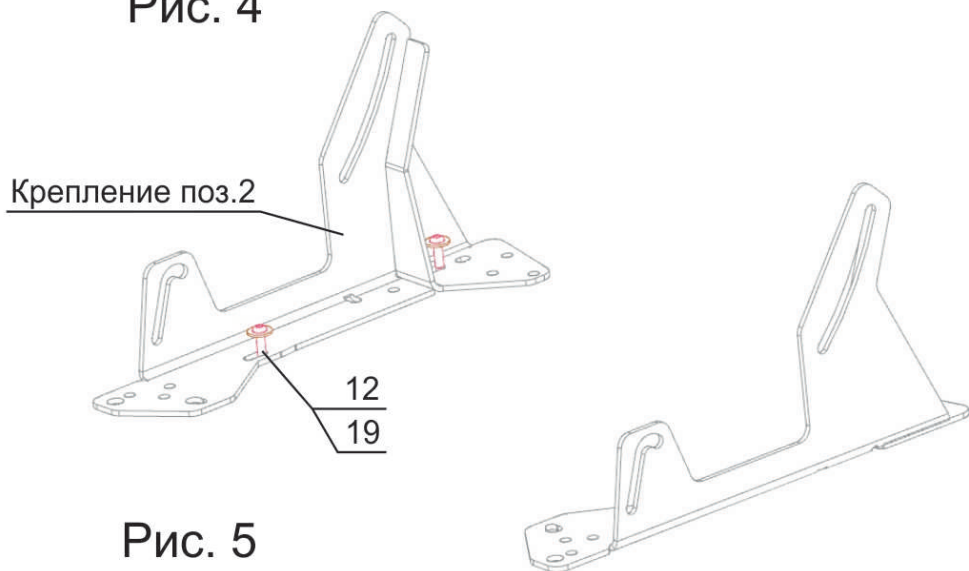

Рис. 5
3. Снять пластиковую накладку с штатного багажника квадроцикла. Установить крепления поз. 2, закрепить к резьбовым отверстиям в багажнике винтами М6х20 поз. 12, шайбами поз. 19 (рис. 5).